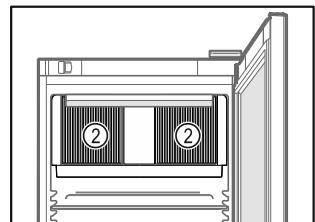

Fig. 62
- Тримати відкритою вентиляційну щічину Fig. 62 (2) вентилятора циркуляційного повітря у внутрішній камері.